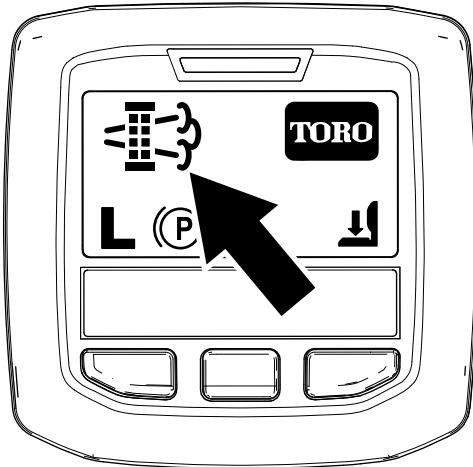

Figure 44
- Quand le calculateur moteur demande une régénération en stationnement ou une régénération d'urgence, l'icône de requête de régénération (Figure 44) s'affiche sur l'InfoCenter.